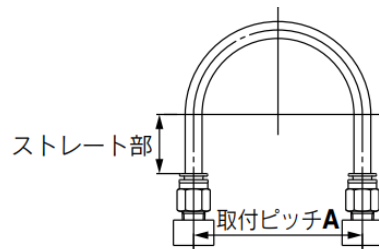

図1 推奨配管図
① ワンタッチ管継手に配管する際は図1の推奨配管条件にて、チューブ長さに余裕を持った配管をお願い致します。